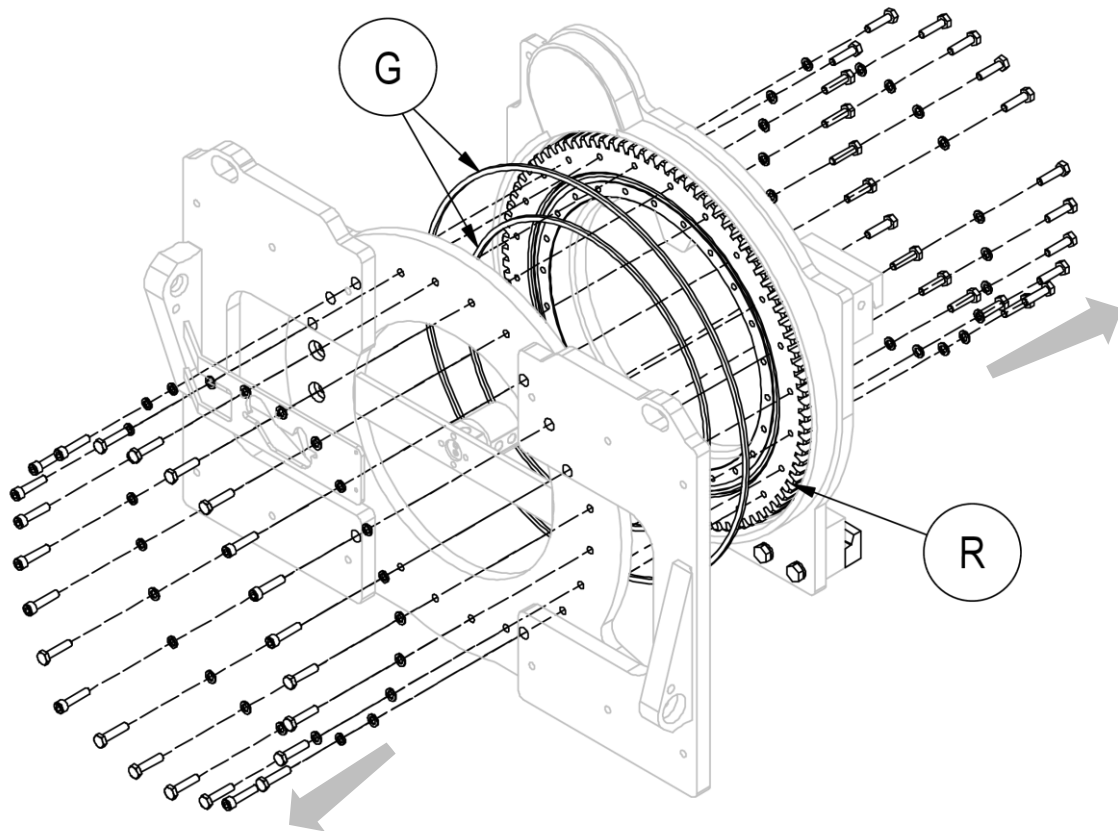

Figura 33
5. Retirar la parte frontal del cuerpo giratorio, asegurándose de apoyar adecuadamente todas las piezas para poder realizar la operación de forma segura (mira Figura 33).
6. Para poder retirar la ralda **R**, también es necesario quitar los tornillos de la parte trasera del implemento (mira Figura 33).